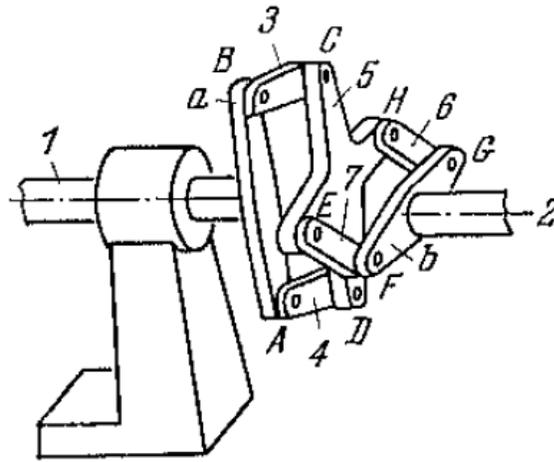

Figura 1: Mecanismo: manguito de palancas articuladas con dos paralelogramos.
**Problema:** Se pide desarrollar un programa en **Fortran** que permita resolver el problema cinemático de posición para el mecanismo plano de la figura 1. Para ello debe utilizar el método de coordenadas naturales visto en clases. Consideraciones: Utilice el método LU o de Gauss (escoja uno) para resolver el sistema de ecuaciones, el cual necesita ser linealizado mediante el método de *Newton-Raphson* ( programe el método seleccionado por usted en una subrutina). El mecanismo posee elementos cuyas longitudes satisfacen las siguientes condiciones:  $\overline{AB} = \overline{DC}$ ;  $\overline{BC} = \overline{AD}$ ;  $\overline{EH} = \overline{FG}$  y  $\overline{EF} = \overline{HG}$ . La traviesa *a* es solidaria con el árbol 1, y la traviesa *b* es solidaria con el árbol 2, cuyo eje no coincide con el eje del árbol 1, pero es paralelo a éste. La biela cruciforme 5 forma pares de rotación con las manivelas 3, 4, 6 y 7. La rotación del árbol 1 se transmite al árbol 2 por medio de dos paralelogramos articulados *ABCD* y *EFGH* con una biela cruciforme común 5.